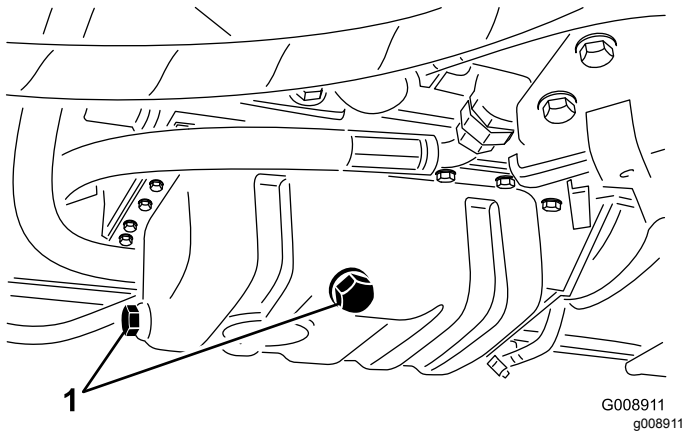

Figura 63
1. Retire cualquiera de los tapones de vaciado (Figura 63) y deje fluir el aceite a un recipiente apropiado; cuando todo el aceite se haya drenado, instale el tapón de vaciado.